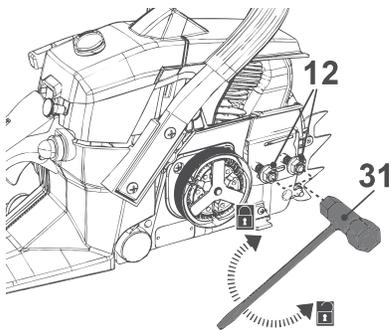

Fig. 1
2. Desaperte as porcas de fixação (12) com a multiferramenta (31) e remova-as (Fig. 1).